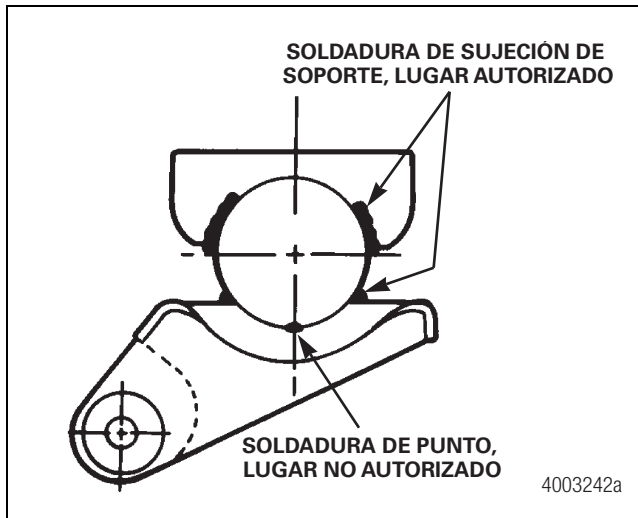

Figura 7.12
- Los requisitos de ubicación de soldaduras de esta sección se refieren a todo tipo de soldaduras. En algunos casos, se han hallado ejes con soldaduras de fijación de soportes en sitios autorizados, pero con soldaduras de punto en sitios no autorizados. No está permitido realizar soldaduras de punto ni soldaduras de fijación de soportes en sitios no autorizados. Si lo hace puede ocasionar cambios del material que podrían reducir la resistencia a la fatiga durante la vida útil del eje. Figura 7.12.